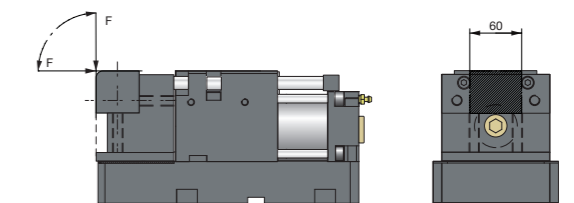

Abbildung 12c: Krafteinleitung
Das kundenseitige Werkzeug (z.B. Hochstellbacken) (1) sollte mit zwei bzw. vier Befestigungsschrauben in den vorgegebenen Gewindebohrungen (2) befestigt werden (Abb. 12c).